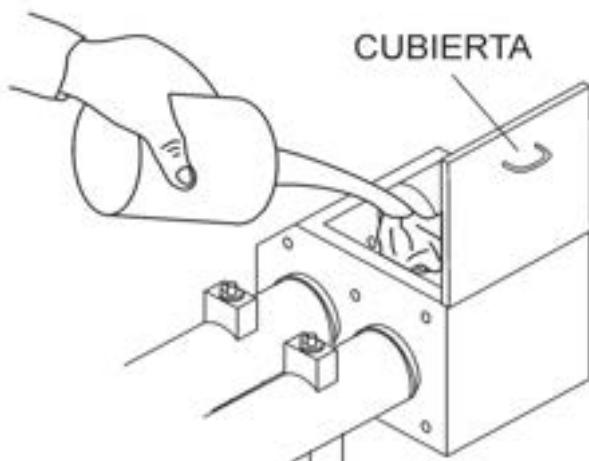

Figura 14. Llenado de la caja de lubricación
3. Revise el nivel de aceite en la **caja de lubricación**. Si esta bajo, llene hasta 11.35 litros (3 galones) de aceite de motor SAE #30 (Figura 14). El nivel de aceite debe revisarse todos los días. A la caja de lubricación se le debe dar servicio, como se describe en la sección de mantenimiento.